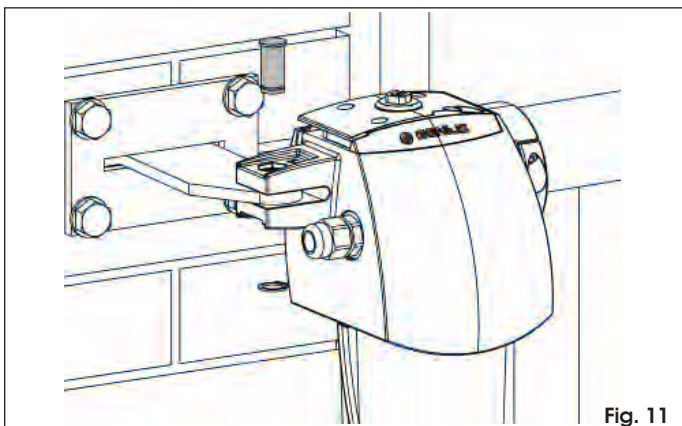

Fig. 11
- Fissare l'operatore alla staffa posteriore appena fissata utilizzando i perni e gli anelli elastici in dotazione (Fig. 11).